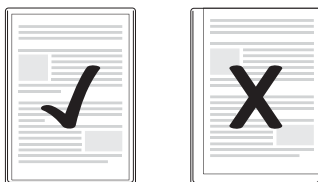

Fig. 1
- ▶ Vær opmærksom på, at alle dokumentets kanter skal have mindst to millimeter afstand til folielommens kant som vist på fig. 1.
- ▶ Vær opmærksom på, at alle dokumentets kanter skal have mindst to millimeter afstand til folielommens kant som vist på fig. 1 (se side 50).